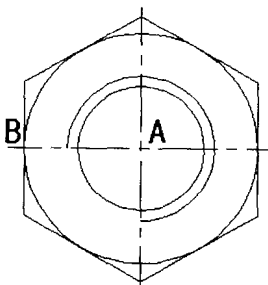

图 3-6
⑧ 将“轮廓线”图层设置为当前图层, 选择【正多边形】工具  绘制六角螺母的轮廓线, 图形效果如图 3-6 所示。